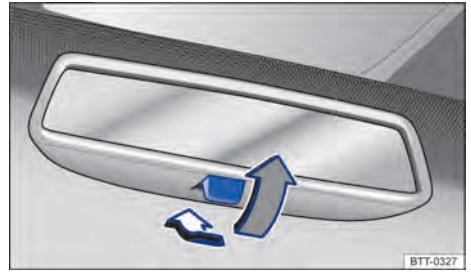

Fig. 77 En el parabrisas: espejo retrovisor interior antideslumbrante manual.
- Posición de noche: tirar de la palanca → **fig. 77** (flecha gris), para evitar el deslumbramiento de los faros de los vehículos que circulan detrás.